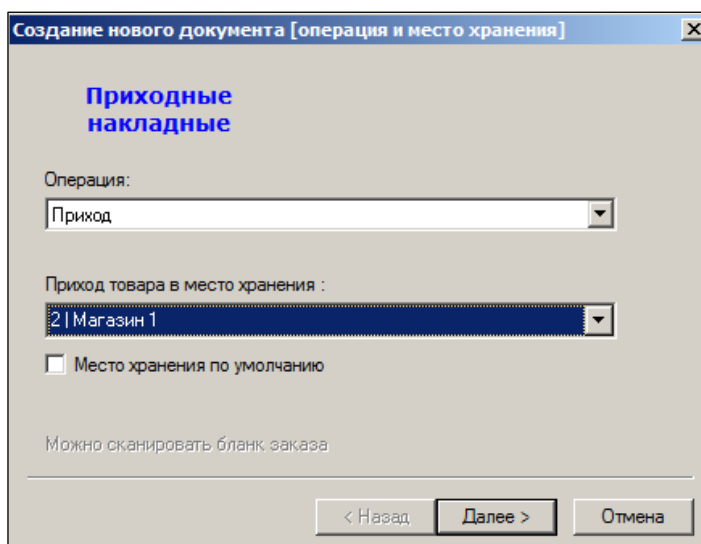

Рисунок 5 – Создание приходной накладной (1)
2. В поле **Операция**: подставляется операция по умолчанию (Рисунок 5).